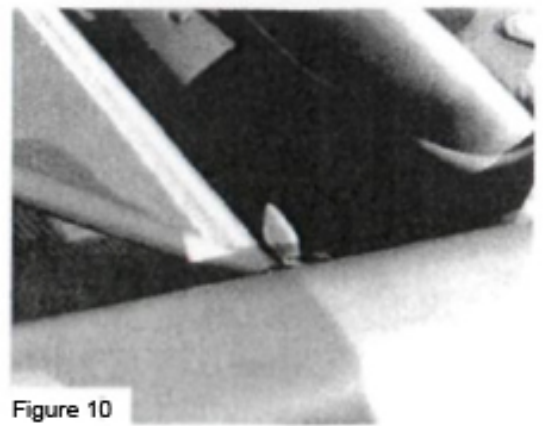

Figure 10
- Bild 10: Ihr Windschott ist nach hinten waagrecht klappbar. Die Position wird durch den Anschlagwinkel nach vorn begrenzt.
- Figure 10: Your wind deflector can be folded down horizontally to the rear. Its position is limited toward the front by the stop bracket.